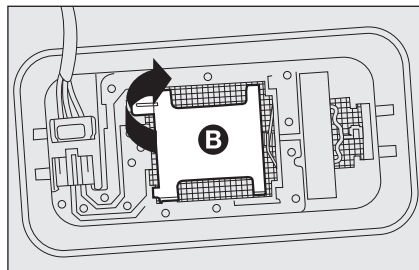

fig. 26
- ☐ Åbn dækslet **B**-fig. 26 som vist.